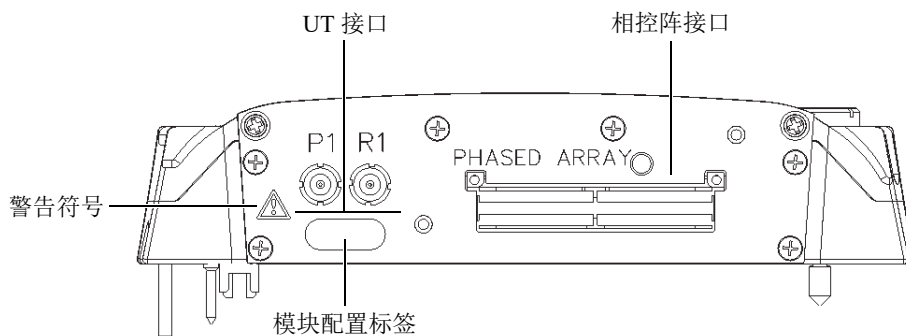

图 M-1 模块侧视图
- 切勿触碰 LEMO 接口的内导体，以免遭受电击。UT 接口内导体的电压可高达 340 V，PA 接口内导体的电压可高达 115 V。LEMO 接口旁的警告符号提醒用户注意电击的危险（参见第 179 页的图 M-1）。